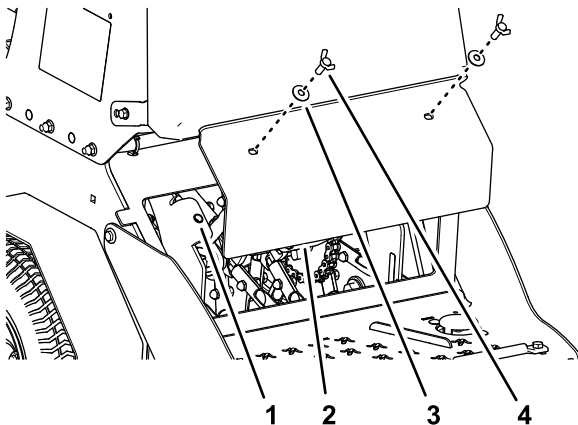

Figura 61
3. Retire los 2 tornillos de mariposa ($\frac{3}{8}$ " x 1") y las 2 arandelas ($\frac{3}{8}$ ") que sujetan el panel de la cubierta trasera al chasis, y retire el panel (Figura 61).
6. Alinee los orificios del panel de la cubierta trasera con los orificios del chasis (Figura 61).
7. Sujete el panel de la cubierta al chasis con los 2 tornillos de orejeta y las 2 arandelas (Figura 61) que retiró en el paso 3, y apriete los pernos a 37-45 N·m (27-33 pulgadas-libra).